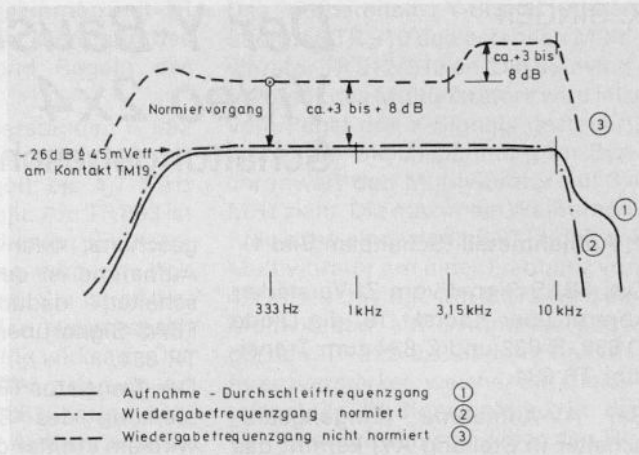

Bild 12 Kurvenvergleich
- Nacheinander zu allen Frequenzen (0...20 kHz) die Ausgangsspannung an Kontakt 19 aufnehmen und aufzeichnen (Kurve 1 im **Bild 12**). Bei Wiedergabe dieser Aufnahmen ergibt sich bei nicht normiertem Wiedergabepegel (ca. 100 mV bei 333 Hz) eine zusätzliche Verfälschung des Fre-